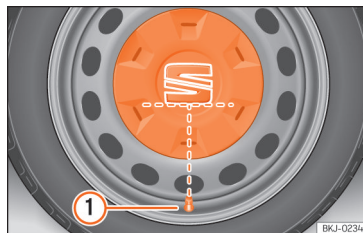

Abb. 184 Korrekte Anbringung der Radvollblende für Stahlfelgen.
- Legen Sie die Radvollblende an die Felge. Die Unterseite des Buchstabens „S“ des SEAT-Emblems muss mit dem Reifenventil übereinstimmen »» (Abb. 184) ①.